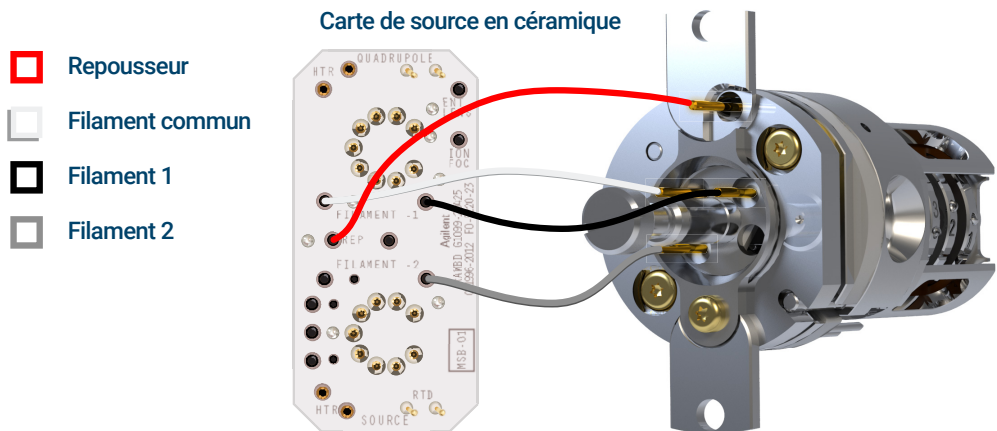

Figure 56. Câbles à connecter/déconnecter pendant l'installation ou le retrait de la source
- 1 Utiliser des brucelles ou des pinces à bec effilé pour brancher/débrancher les fils de la carte en céramique (rouge, blanc, noir et gris) au niveau des connecteurs de la source. (Voir Figure 56.)